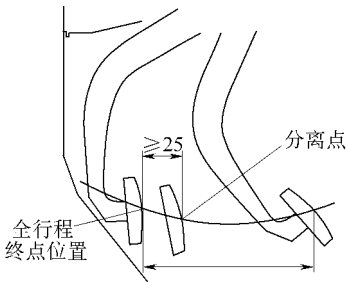

图 9-18 测量从齿轮响声停止开始到全行程终点的距离
(1) 拉住停车制动杆，并将车轮设置挡块。
(2) 起动发动机使其怠速运转。
(3) 不要踩下离合器踏板，慢慢地将换挡杆调入倒挡位置直到齿轮接触为止。
(4) 渐渐地踩下离合器踏板，测量从齿轮响声停止（分离点）开始直到全行程终点的距离，如图 9-18 所示。